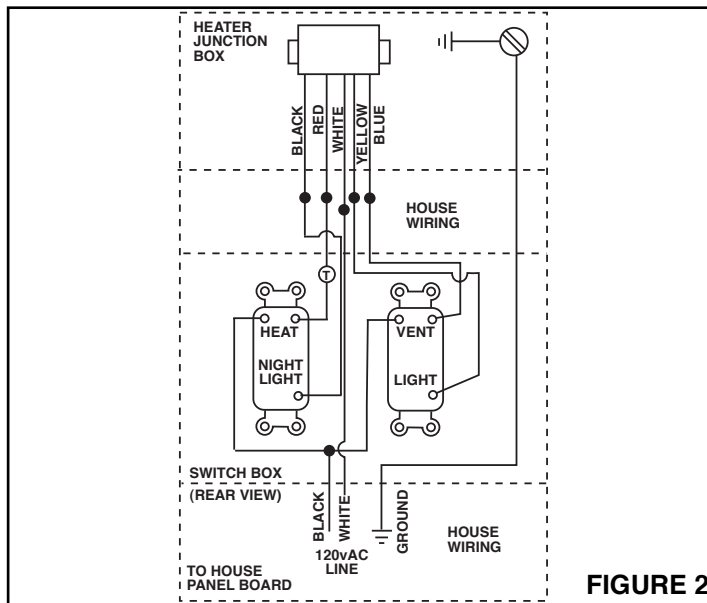

FIGURE 2
1. **Refer to Figure 2.** Run five (5) wires and ground of 12 gauge from heater's junction box to wall switch.
1. **Voir la Figure 2.** Acheminer cinq (5) fils et un fil de terre de calibre 12 du boîtier de raccordement de l'appareil de chauffage à l'interrupteur mural. Raccorder les fils.